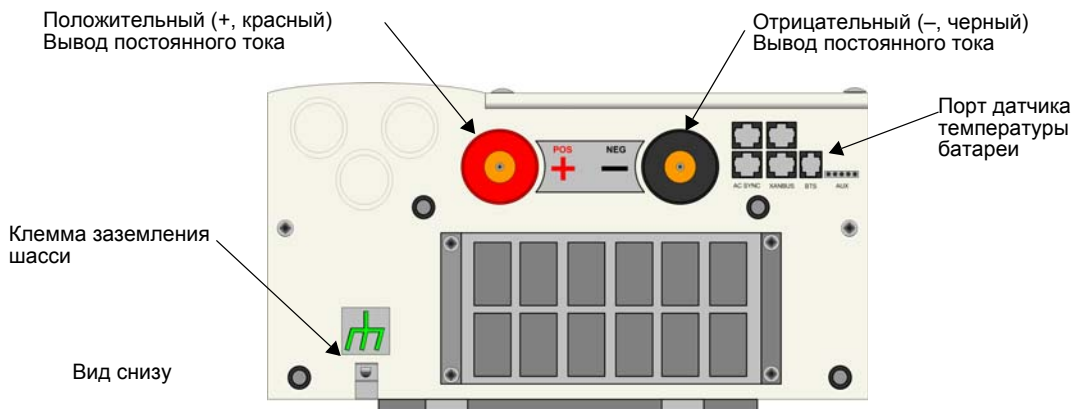
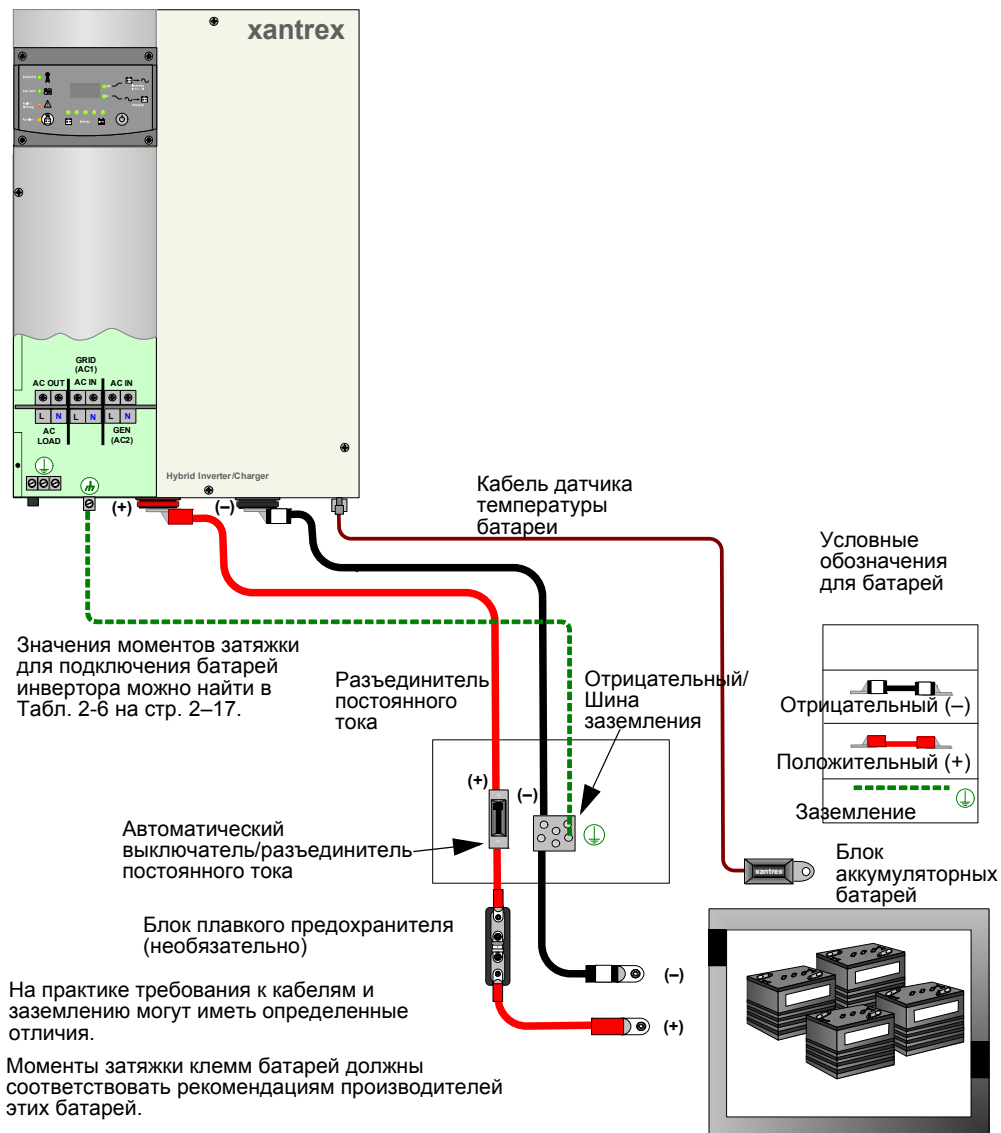

Рис. 2-9 Подключение по постоянному току XW инвертора/зарядного устройства
Рис. 2-11 Подключение по постоянному току одного инвертора
2. Установите плавкий предохранитель и отключите разъединитель или автоматический выключатель постоянного тока, соединяющий инвертор/зарядное устройство и батарею. Они должны быть установлены на плюсовой стороне схемы постоянного тока как можно ближе к батарее. Смотрите Рис. 2-9, “Подключение по постоянному току XW инвертора/зарядного устройства” на стр. 2–20.
1. Подключите разъем датчика температуры батареи к порту BTS. Смотрите Рис. 2-9 и Рис. 2-11.